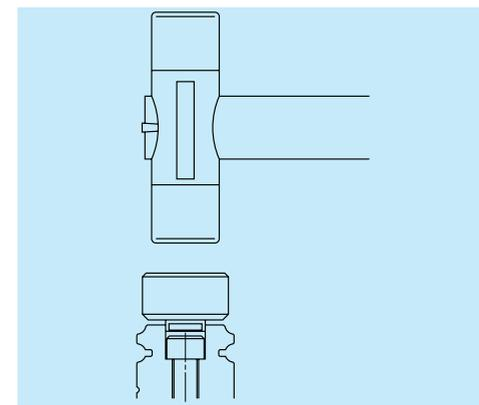

图 7.5
- 当在导轨安装孔插装安装孔盖时，要使用如图 7.5 所示的具有平坦面的工具等，一点点地将护盖敲入安装孔，直到护盖与导轨顶面保持同一平面。